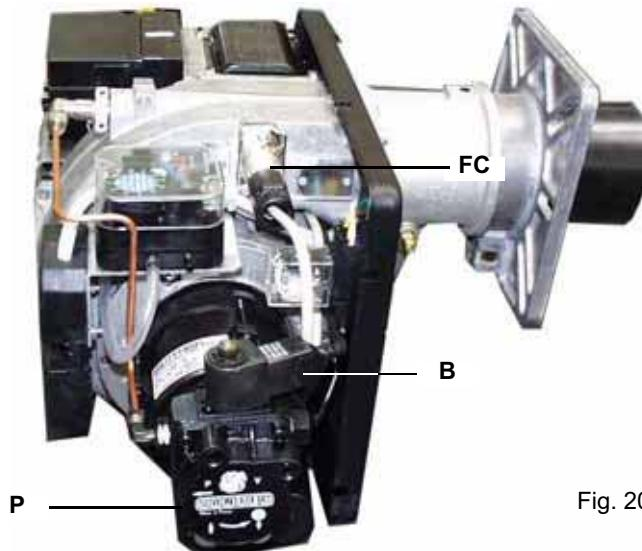

Fig. 20
- 2 Demontati bobina electroventilului **B** de pe pompa **P** (Fig. 20), pentru a evita patrunderea motorinei in camera de ardere ;
- 4 Demontati sonda de detectie **FC** (Fig. 20) si iluminati-o ;
- 5 Aerisiti pe la portul **M** de manometru aflat pe pompa **P**, slabind usor surubul , dar fara a-l scoate (Fig. 20);
- 10 Remontati bobina **B** coil pe pompa (Fig.20) ;